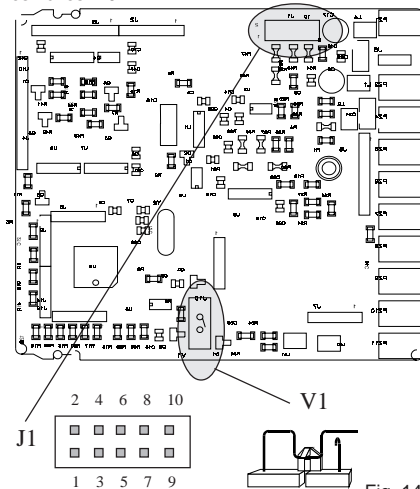

Fig. 14
- 2) Préparer le contact interne V1 (voir fig. 14) sur la position ouverte.